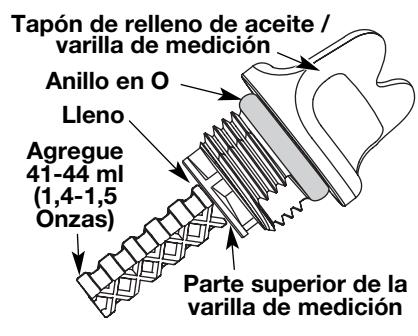

Fig. 23
- Retire el tapón de llenado de aceite / varilla de medición e inspeccione el nivel del aceite. El aceite debe llegar hasta la parte superior de la varilla de medición (Fig. 23).